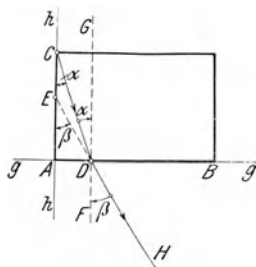

Fig. 119.
**Anleitung.** g) Hefte den Zeichenbogen auf das Reißbrett und zeichne auf das Papier das Achsenkreuz  $g, h$  (Fig. 119), lege die Glasplatte so auf die breite Seite, daß die untern Kanten  $AB$  und  $AC$  genau mit den Achsen  $g$  und  $h$  zusammenfallen. Bezeichne sorgfältig mit einem Nadelstich die Lage der Ecke  $C$ . Stecke bei  $D$  eine Nadel lotrecht in die Gerade  $g$  und sieh mit einem Auge durch die vordere Glasfläche so nach der Kante  $C$ , daß die Nadel  $D$  diese bedeckt. Stecke, ohne die Sehrichtung zu ändern, dicht neben der Fläche  $AC$  eine längere Nadel  $E$  lotrecht so in das Reißbrett, daß ihr oberer Teil scheinbar die Verlängerung der Kante  $C$  bildet.